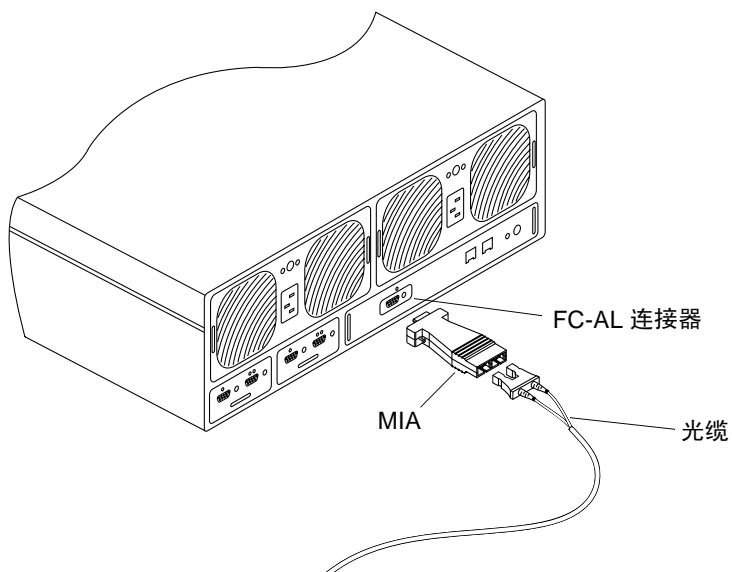

图 2-6 将光缆和 MIA 连接到 Sun StorEdge T3 阵列上的 FC-AL 连接器
- 对于 Sun StorEdge T3 阵列，用媒体接口适配器 (MIA) 将光缆接入位于控制器卡上的 FC-AL 接口（图 2-6）。